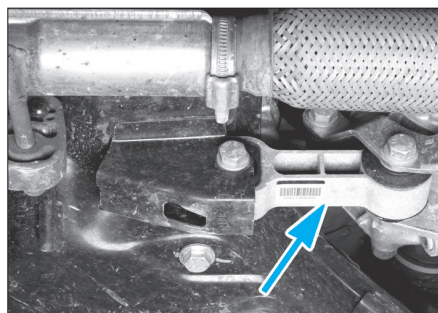

Fig. 20
- Déposer la biellette anticouple (Fig.20).